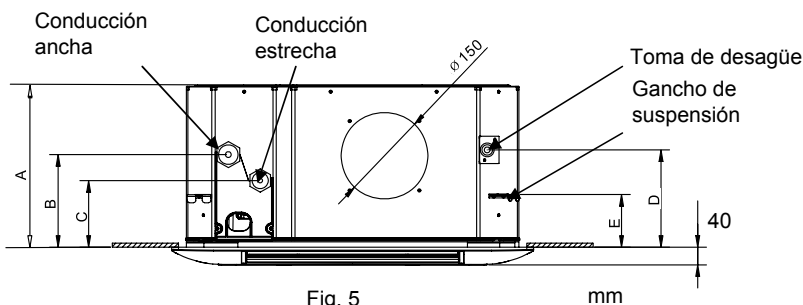
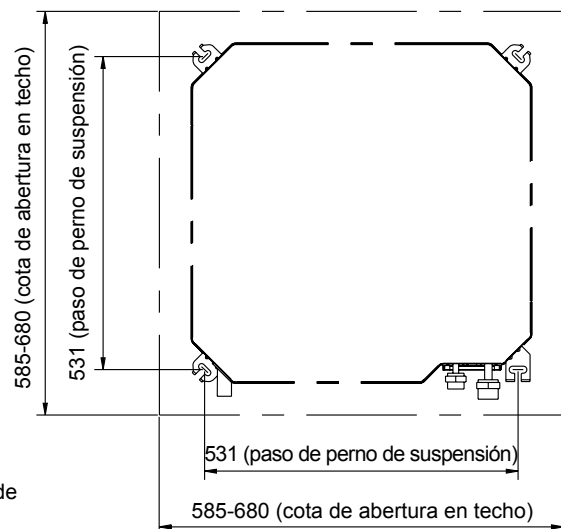

Fig. 5
Fig. 4
1. Utilice la plantilla de instalación (suministrada con el panel) para decidir la ubicación de los pernos de suspensión (Fig. 4). En la Fig. 5 y la Tabla 1 se muestran las relaciones entre las distintas cotas.